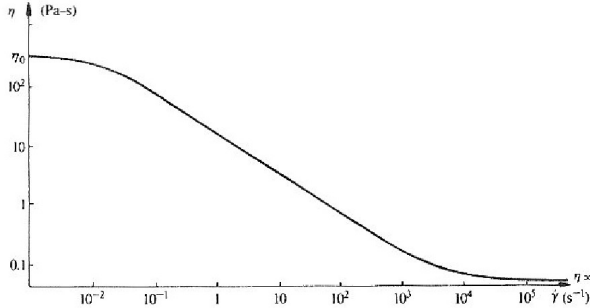

FIG. 1: Viscosité de cisaillement  $\eta(\dot{\gamma})$  d'un fluide visqueux non-Newtonien
La caractérisation rhéométrique en cisaillement simple d'un fluide complexe donne les résultats suivants (FIG. 1).
- 5) Quels sont les valeurs des paramètres que l'on peut déterminer à partir de la FIG. 1 ? Donner des valeurs approchées de  $\eta_0$ ,  $\eta_\infty$ ,  $\lambda$ ,  $a$ ,  $n$ .